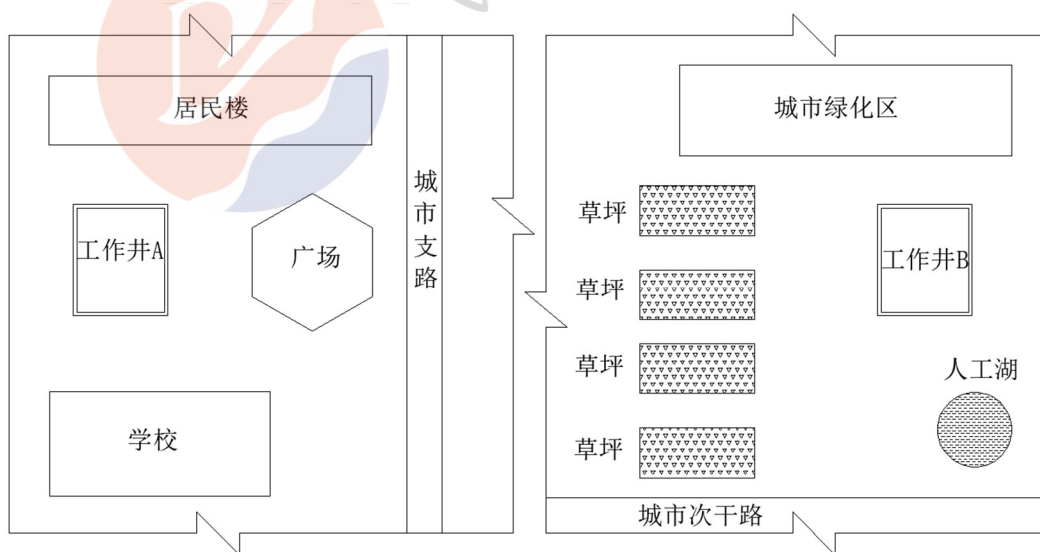

图3 盾构工作井布置平面图
某公司承建区间隧道工程，隧道长度为 3km，设计采用盾构法施工，隧道净高 6.2m，跨径 7.8m，覆土深度 16m。采用土压平衡盾构施工，开工前施工单位编制盾构施工专项方案，并组织专家论证，项目部按照专家意见修改了施工方案，并根据方案开始施工。工作井布置如图 3 所示。
1. 根据图 3 来确定工作井 A 和工作井 B 分别对应的是始发井还是接收井，并说明理由。